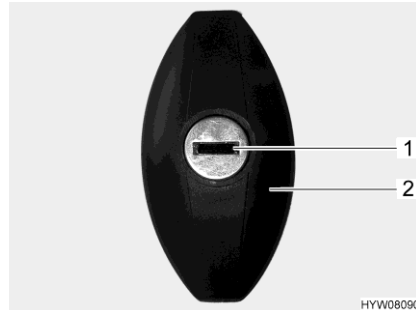

Bild 61 Lucklås
- Stick in nyckeln i låscylindern (Bild 61,1) och vrid ett halvt varv moturs. Låshandtaget (Bild 61,2) frigörs.